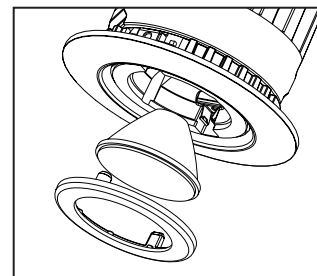

Figura 20
**Paso 2.** Coloque el óptico deseado en el frente del cardán. Alinee los 2 postes en el frente del cardán con los dos receptores de resorte en el cuerpo del cardán. Presione el frente y el óptico en el cuerpo del cardán (Figura 20).